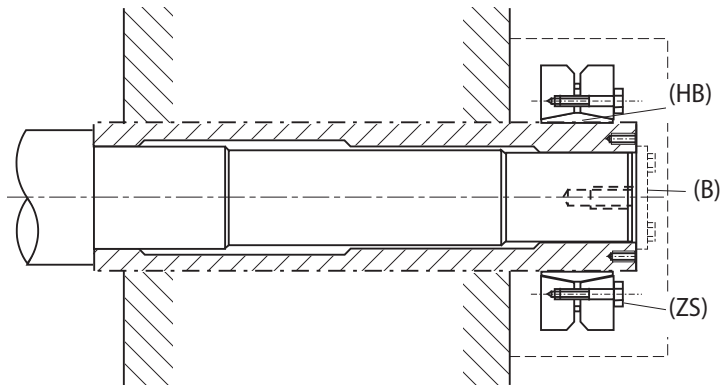

Fig. 10 Procédure de montage
La frette de serrage est dotée d'un mécanisme de serrage sans clavette qui vient serrer mécaniquement le moyeu (HB) par le boulon de serrage (ZS), maintenant l'arbre et le moyeu d'un seul bloc (fig. 10).